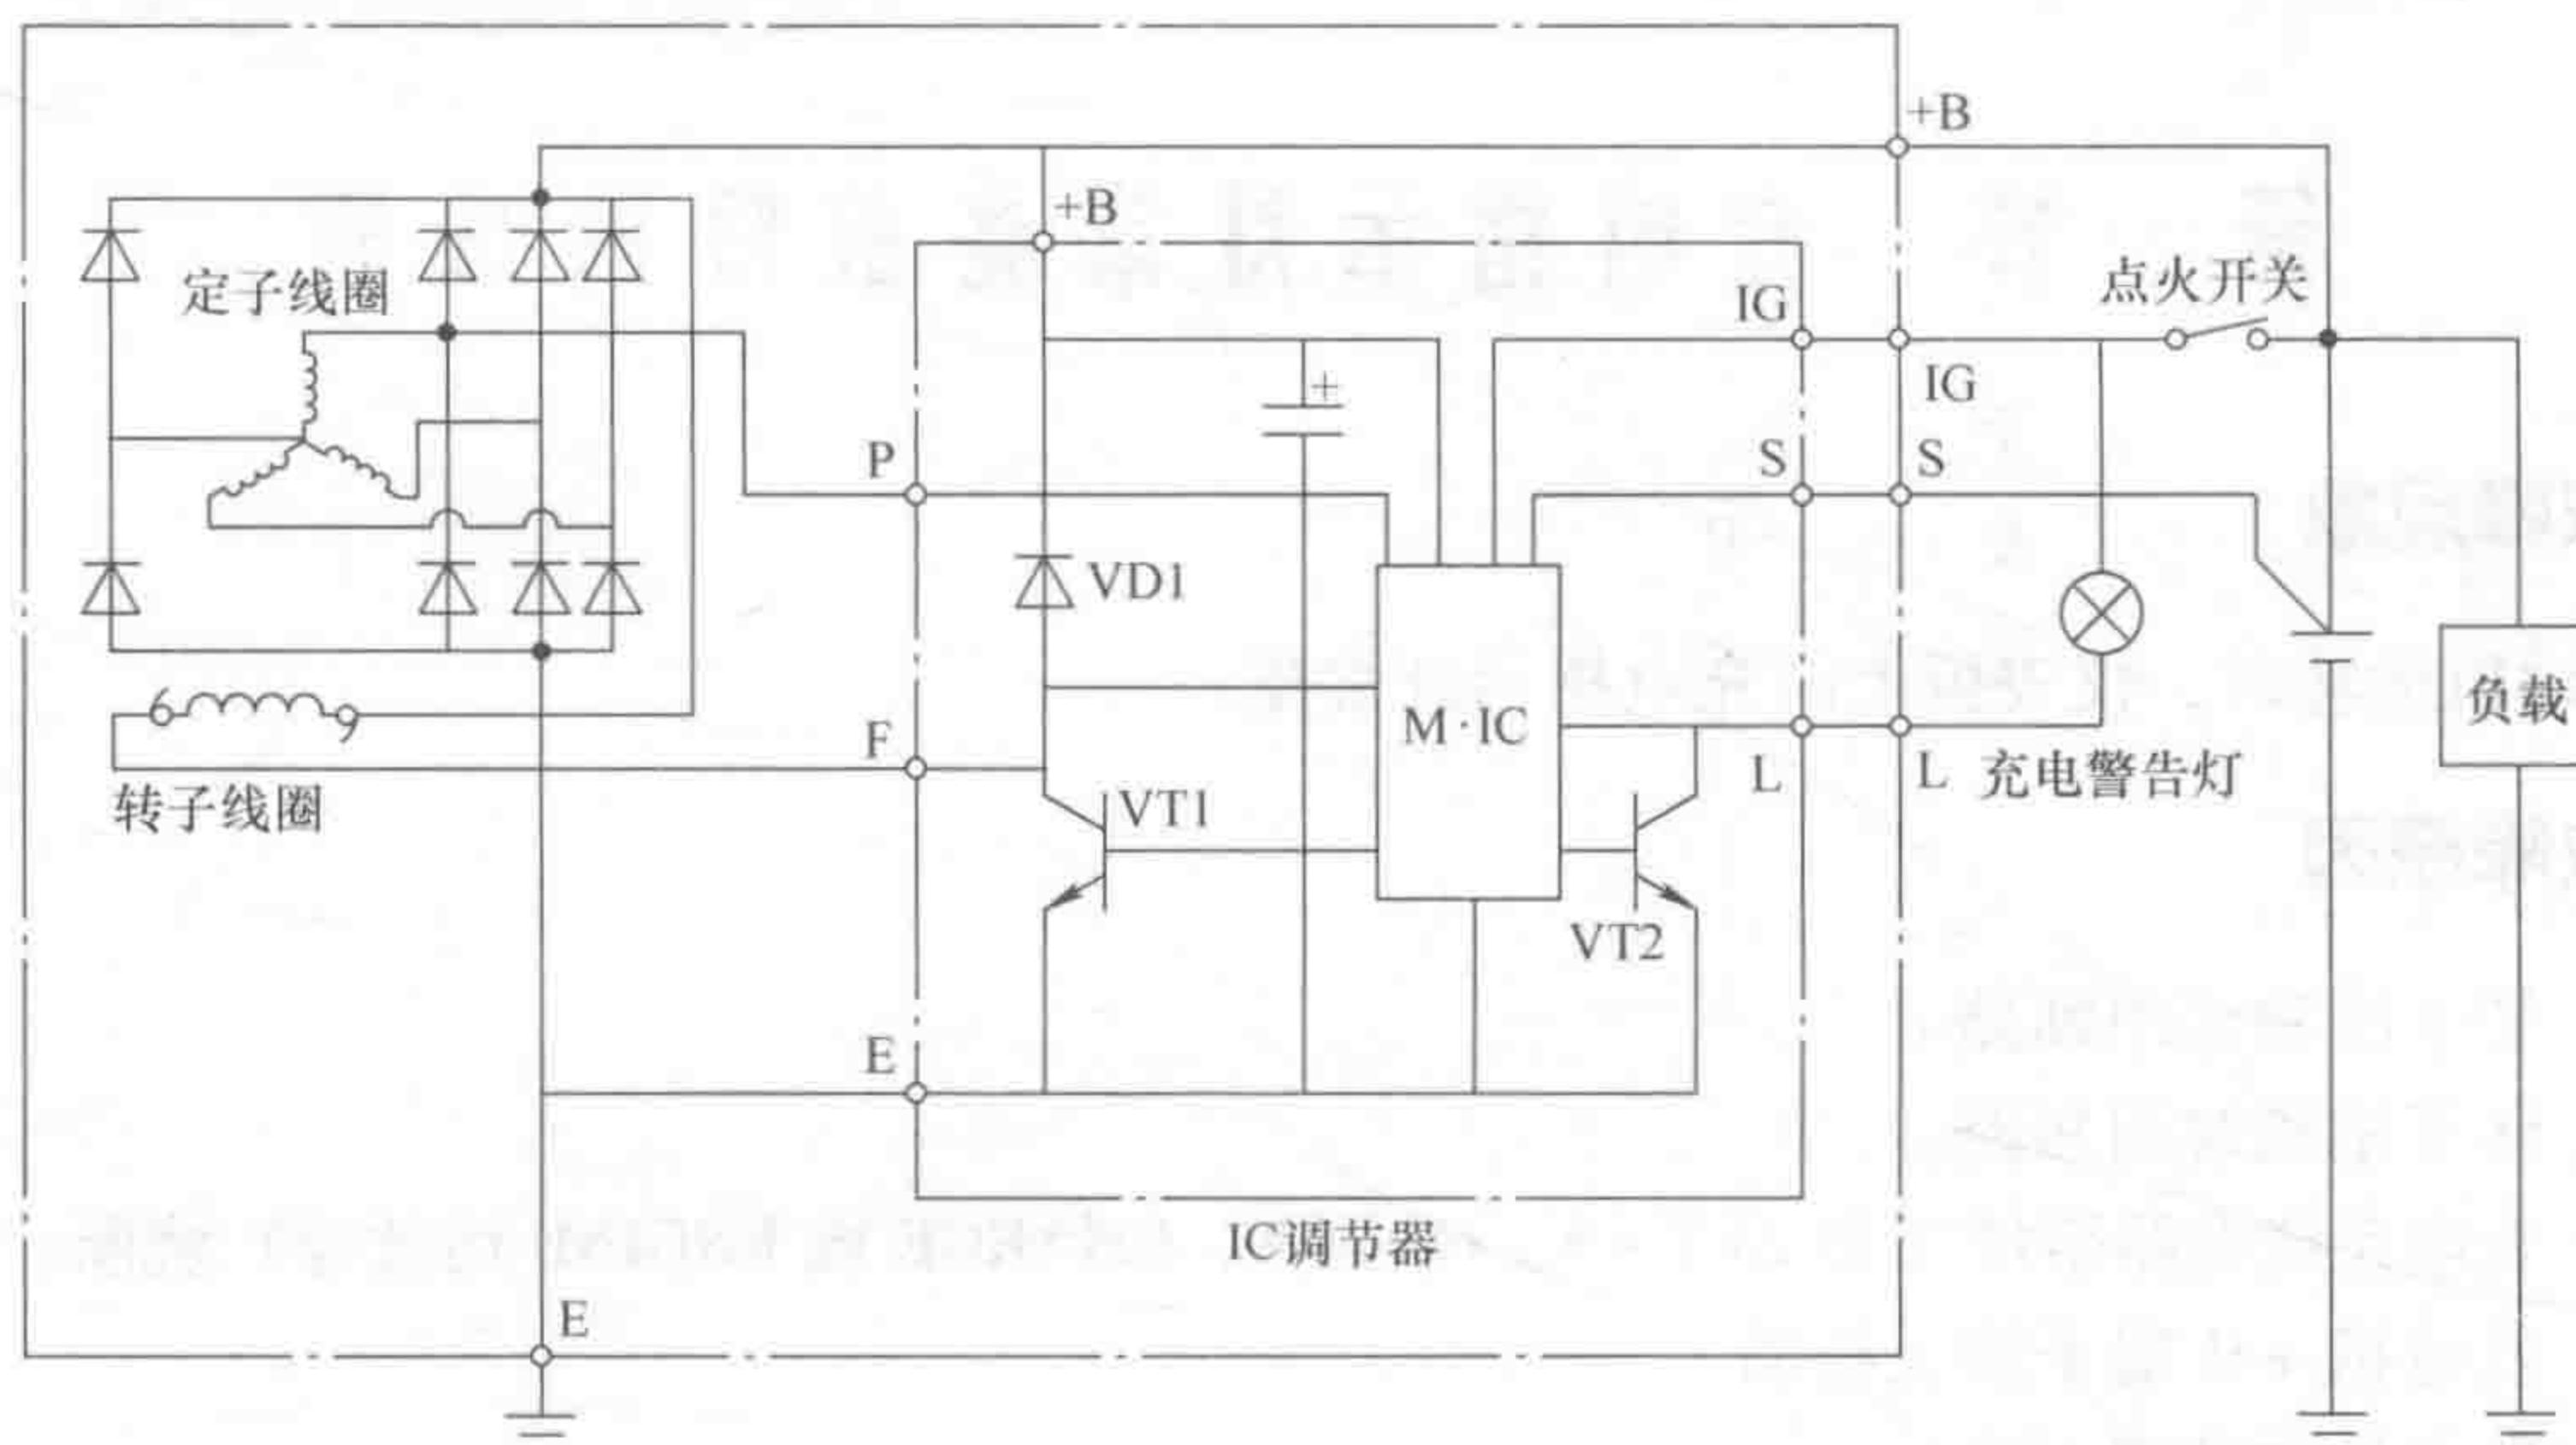
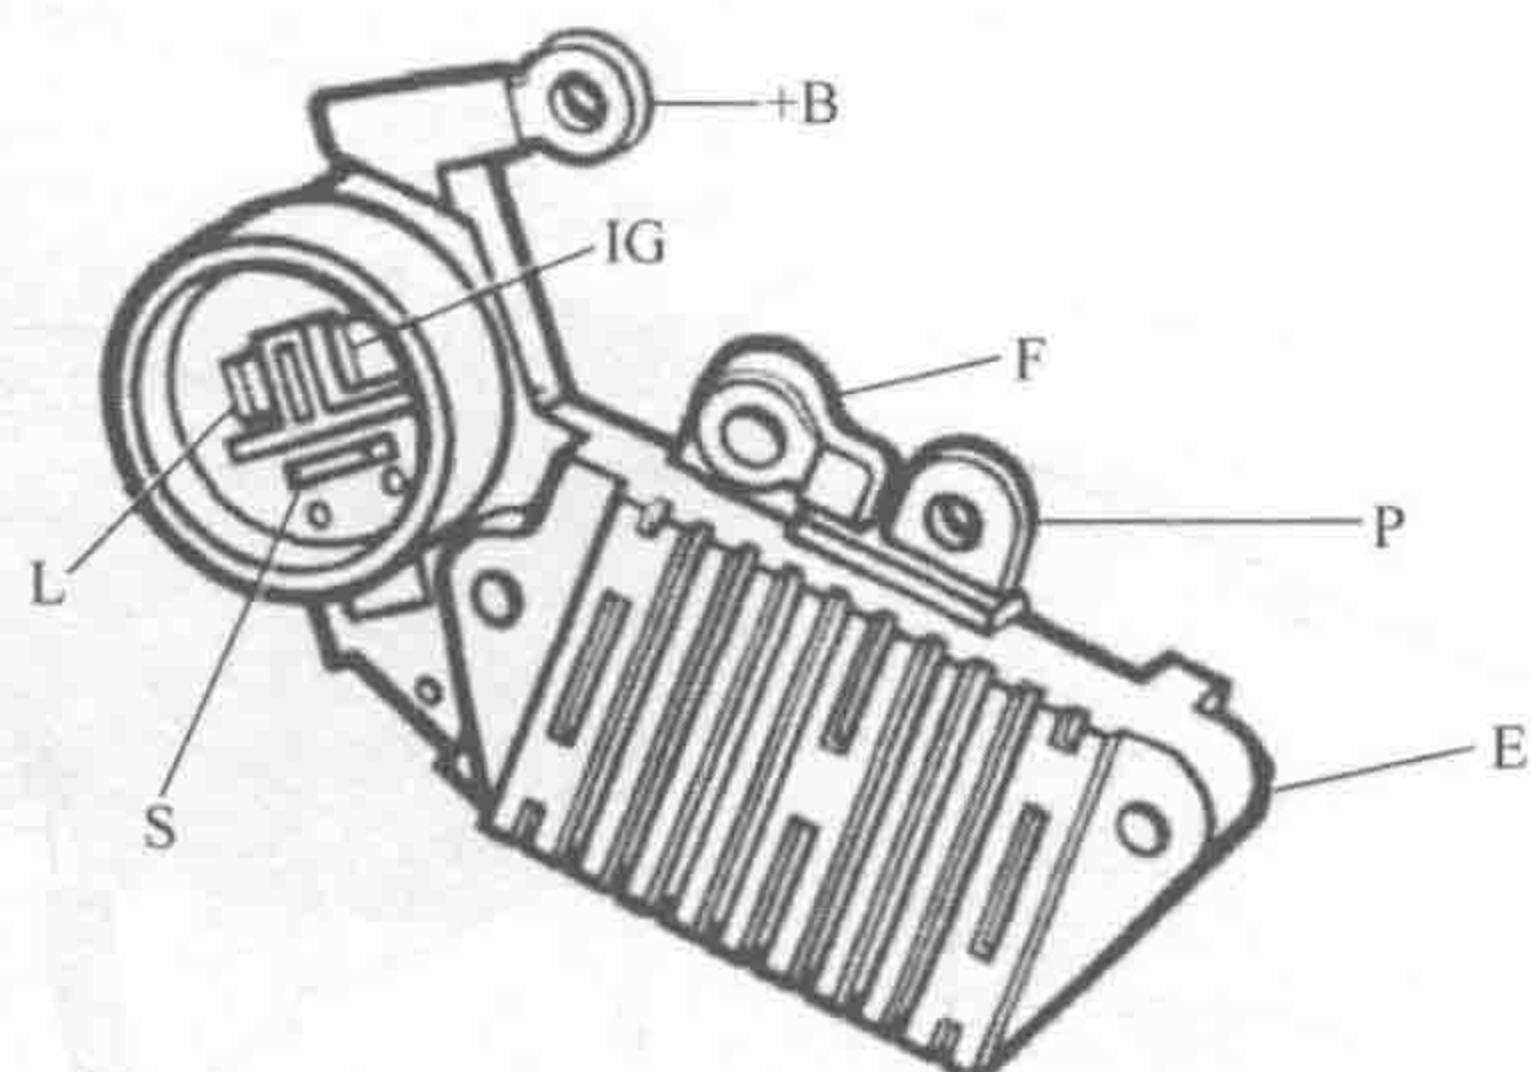

图 1-1 常见的充电系统电路
图 1-21 发电机调节器的连接点
如对于图 1-1 所示的一种常见的充电系统，可按下述步骤进行检查：
(5) 检查调节器 如图 1-21 所示，目视检查调节器各个连接部位是否正常。连接点在电路图中的分布如图 1-1 所示。如在前述的满励磁试验中，将 IC 调节器的 F 端子接地，发电机发电，则更换调节器。若充电电压过大，一般也应更换调节器。